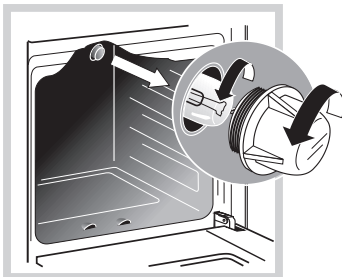

Рис. 23
- Открутите стеклянный плафон (рис.23)